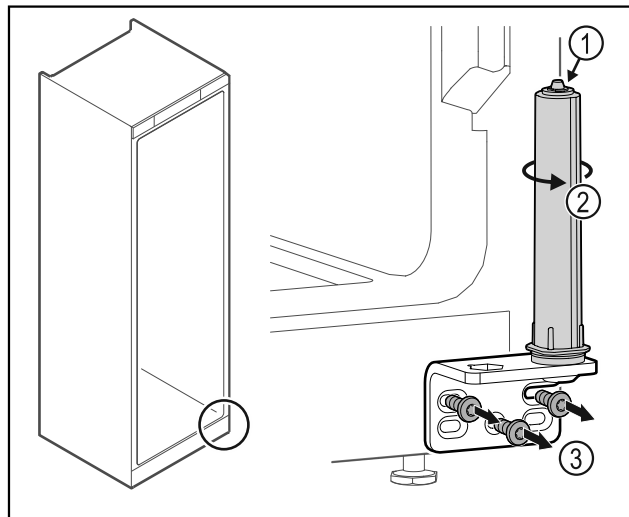

Fig. 26
▶ Не разбирайте систему закрытия двери Fig. 26 (1).
- ▶ Поворачивайте систему закрытия Fig. 26 (2) до щелчка.
- ▶ Отвинтите шарнирные уголки Fig. 26 (3).